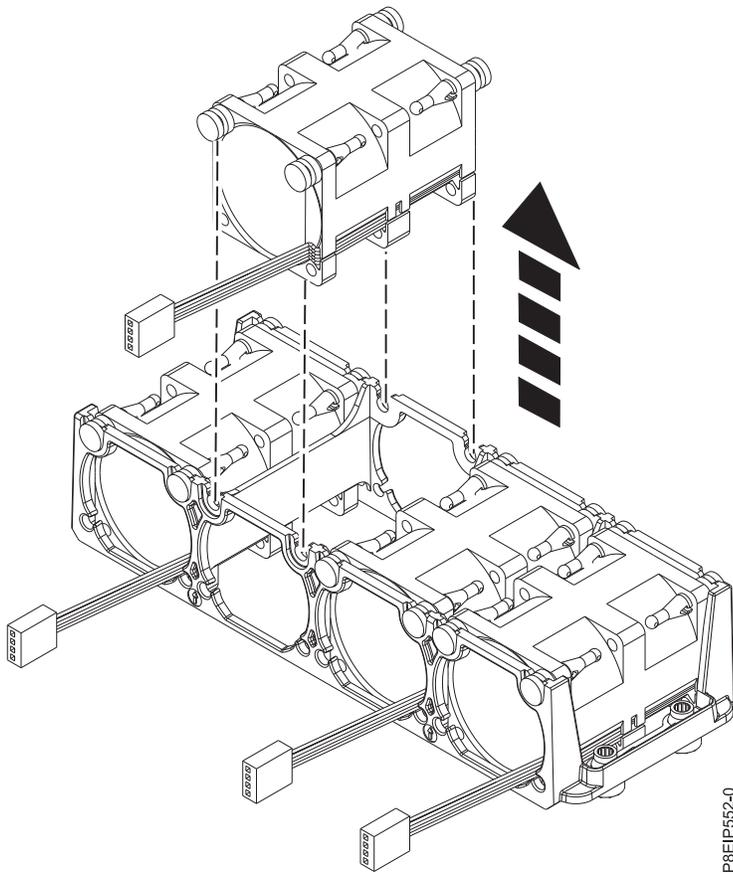

Figure 12. Retrait d'un ventilateur
4. Poussez le ventilateur vers le haut hors du support, comme indiqué dans la figure 12, à la page 16.